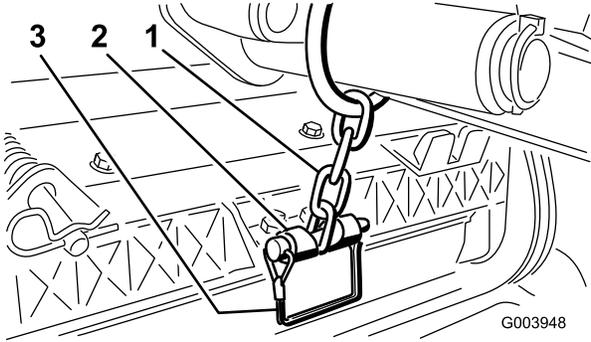

图13
12. 使用锁扣销将提升臂链条固定到链条架（图13）。使用滚刀组操作手册所述的链条节数。